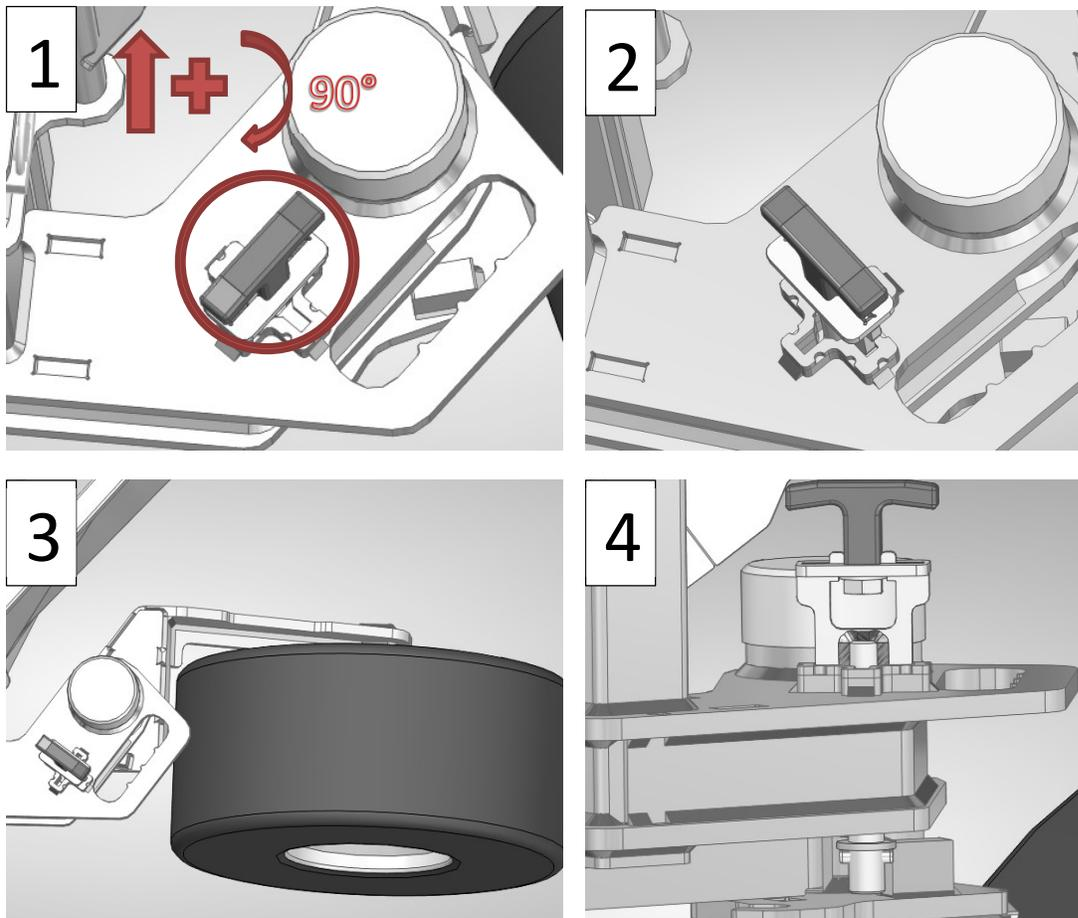

Fig. 13. Mise du train de roulement en position de travail
4. Soulever la goupille de la position illustrée à la figure 13 au point n° 1 et tournez-la de 90 degrés.
5. La goupille, une fois tournée, doit se trouver dans la position indiquée au point n° 2 de la figure 13.
7. S'assurer que la goupille ne s'accroche pas à la fixation de la roue et qu'elle est libre de se déplacer dans la plage prévue par le fabricant, comme indiqué aux points 3 et 4 de la figure 13.